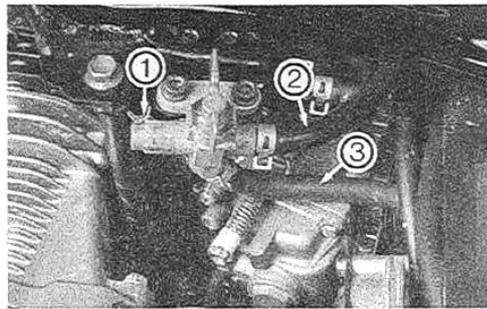

Bild 13
- Kraftstoffhahn (Bild 13) auf OFF drehen.